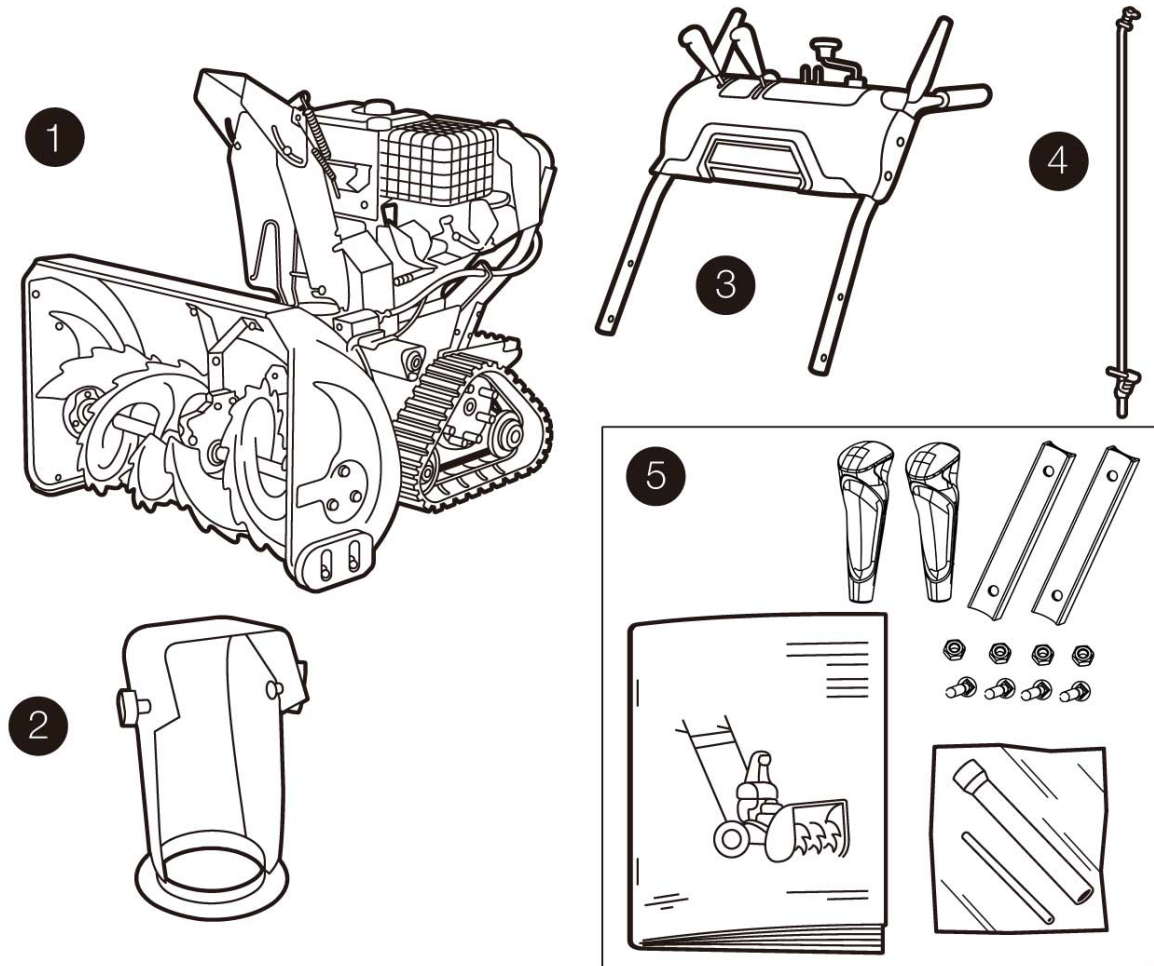
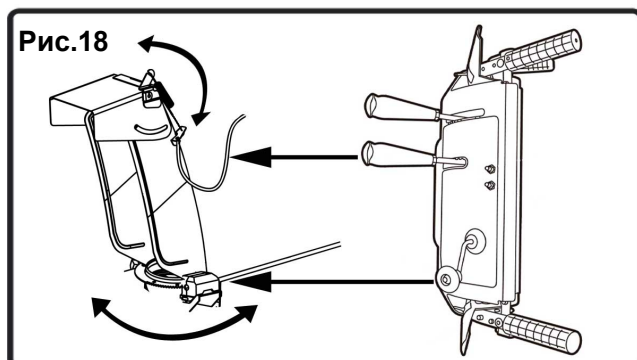

Рис.1
Рис.18
Рычаг переключения передач (3) расположен на панели управления (см. Рис.1). Установите рычаг переключения передач в любое из семи положений, чтобы регулировать направление движения и скорость движения по грунту (См. Рис. 11).
Поверните против часовой стрелки для выброса влево (См. Рис. 18).
Чтобы отрегулировать дальность выброса снега необходимо воспользоваться рычагом дефлектора (4) (см. Рис.1) расположенного на панели управления. При движении рычага дефлектора вперед/назад регулируется подъем опускание дефлектора желоба (см. Рис.18).
Инструмент для очистки желоба (7) (см. Рис.1) крепится к верхней части корпуса шнека с помощью монтажного зажима. Инструмент предназначен для очистки засоренного желоба в сборе.
Устанавливайте башмаки (9) (см. Рис.1) в зависимости от состояния поверхности. Поднимите при работе на плотно утрамбованном снегу. Опустите при работе на поверхностях из гравия или щебня.
При включении шнеки (8) (см. Рис.1) вращаются и втягивают снег в корпус шнеков.
Снег, всасываемый в корпус шнеков, выводится наружу через желоб в сборе (6) (см.Рис.1).